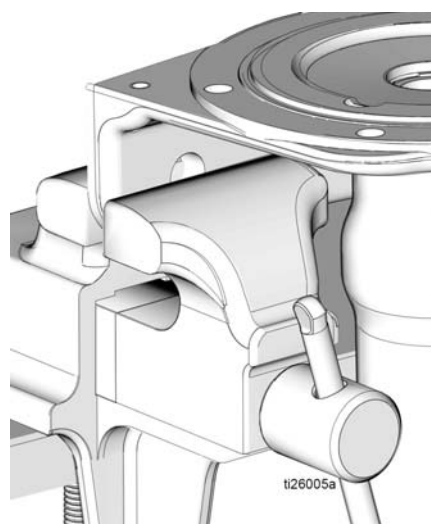

Рис. 24
17. Измените положение основания насоса (1) в тисках, как показано на Рис. 24.